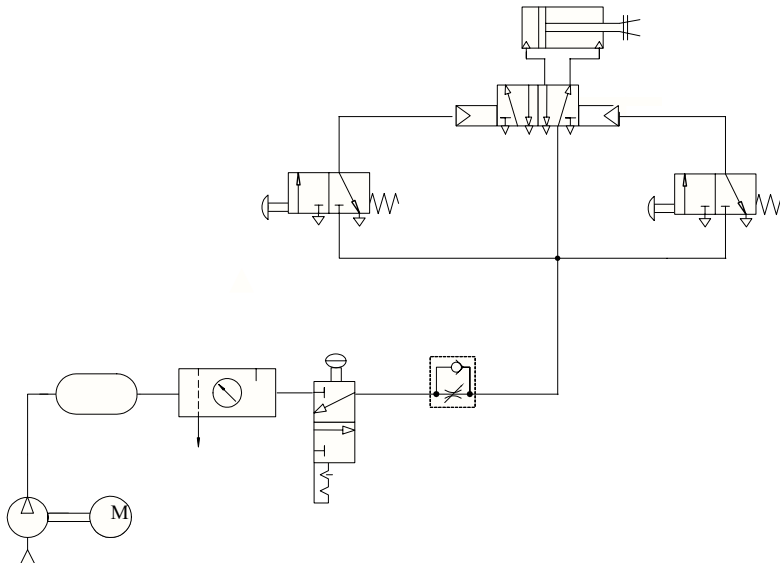

Figura 5.4 Circuito básico para manejar una pinza neumática
2. Construir el circuito de la figura 5.4.
3. Modificar el circuito de la figura 5.4 para que realice la siguiente función: que el actuador se extienda y retraiga automáticamente mientras se tiene accionada una válvula de botonera. Al momento de soltar la botonera el actuador se detendrá en el punto donde se encuentre.